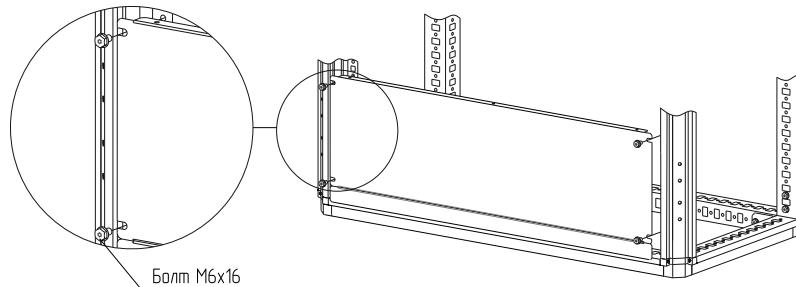

Рисунок 23
4.11.3 Установите фальш-панель внутреннюю глухую на уголки вертикальные для фальш-панелей внутренних на нужной высоте болтами M6×16 (рисунок 23). Момент затяжки – 7 Н·м. Болты приобретаются отдельно.